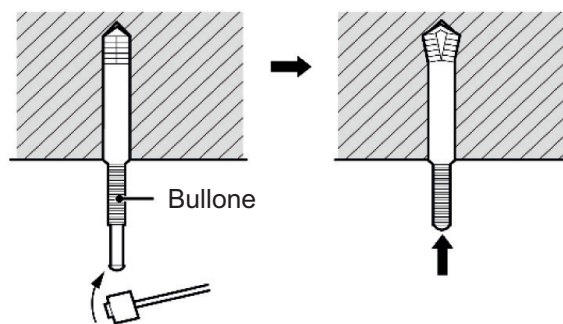

Fig. 4.1.4
- ① Modello in carta
- ② Foro di installazione
- 2) Inserire nel foro il tassello di espansione M10, poi battere il bullone nel tassello, come mostrato in Fig. 4.1.4.